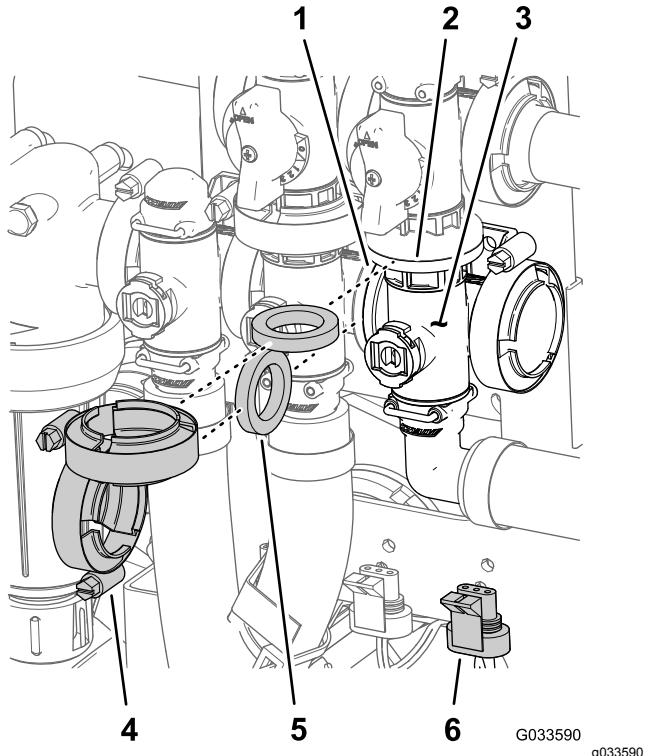

Figura 114
flangia della valvola di bypass principale della barra (Figura 114).
2. Montate il collettore della valvola principale delle barre, la guarnizione e la valvola di bypass principale della barra con un morsetto flangiato serrato manualmente (Figura 114).
3. Allineate la flangia del collettore della valvola principale delle barre, una guarnizione e il collettore della valvola dell'agitatore (Figura 114).
4. Montate il collettore della valvola principale delle barre, la guarnizione e il collettore della valvola dell'agitatore con un morsetto flangiato e serrate manualmente (Figura 114).
7. Montate la valvola dell'agitatore sul supporto della valvola con il bullone a testa flangiata e il dado bloccaggio flangiato (Figura 114) rimossi al passaggio 3 di Rimozione della valvola del collettore principale delle barre \(pagina 78\) e serrate il dado e il bullone a 10–12 N·m.